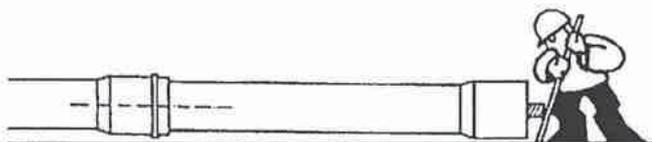

Bild 9: Kantholz und Stemmeisen
- am anderen Rohrende Kantholz anlegen (Bild 9)
- mit Stemmeisen durch Hebelwirkung zusammenschieben (Bild 9)